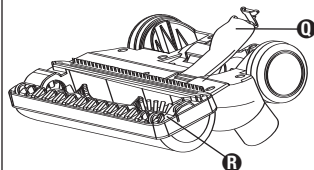
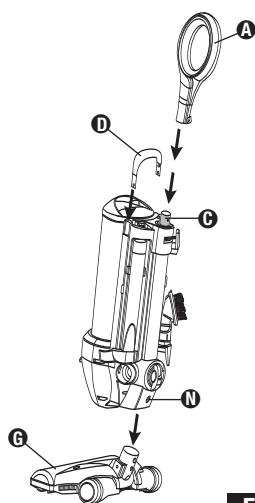
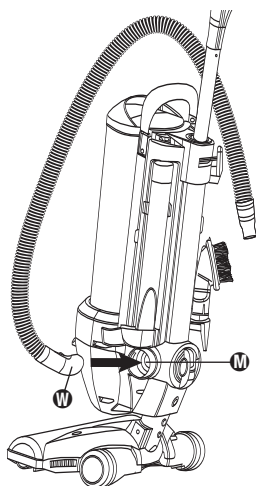

FIG. 3
FIG. 4
FIG. 5
- Q** Clean out port (FIG. 3)
- R** Brushroll (FIG. 3)
- Q** Entrada para despejar obstrucciones (FIG. 3)
- R** Cepillo circular (FIG. 3)
Align the lock button **B** on the floor nozzle **G** neck with the hole in the receiving tube on the main body. Push the lock button and slide the floor nozzle into the main body until it clicks into place. Push the lock button in and pull out the floor nozzle to remove it from the main body (FIG. 4).
With the cord hook facing the rear of the cleaner, slide the handle into place over the plastic adaptor (FIG. 4).
With the smaller side of the hose holder facing the front of the cleaner, insert into guide channels and snap into place (FIG. 4). Insert the hose end **F** with the guide tabs into the hose coupling **M** and twist counter clockwise to lock (FIG. 5).
Alinee el botón trava **B** en la garganta de la boquilla para pisos **G** con el agujero en el tubo receptor en el cuerpo principal de la aspiradora. Oprima el botón trava y deslice la boquilla para pisos en el cuerpo principal hasta que se traben en su lugar. Oprima hacia adentro el botón trava y jale la boquilla para pisos para quitarla del cuerpo principal (FIG. 4).
Con el gancho del cordón mirando hacia la parte posterior de la aspiradora, deslice el mango a su sitio sobre el adaptador plástico (FIG. 4).
Con el lado pequeño del soporte de la manguera mirando hacia el frente de la aspiradora, insértelo en los canales guía y colóquelo a presión en su sitio (FIG. 4). Inserte el extremo de la manguera **F** con las lengüetas guías en el acople de la manguera **M** y hágala girar hacia arriba e izquierda (FIG. 3).